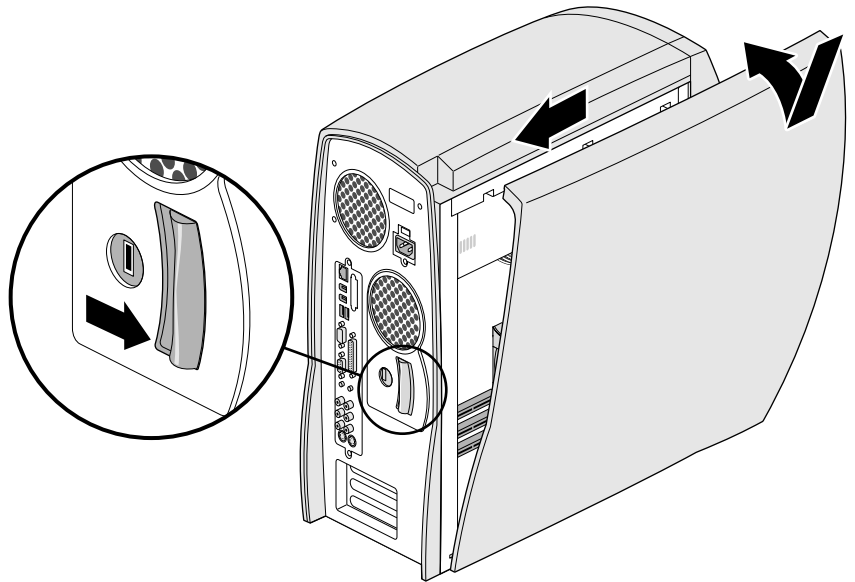

Abbildung 2-5 Einsetzen der Seitenverkleidung
1. Richten Sie die Haken am unteren Rand der Verkleidung über den Einkerbungen am unteren Rand des Gehäuses aus, wie in Abbildung 2-5 gezeigt. Hierzu müssen sie seitlich vor dem System stehen. Kippen Sie die Verkleidung dann nach oben und schieben sie diese bis zum Anschlag an die Rückwand des Systems heran.